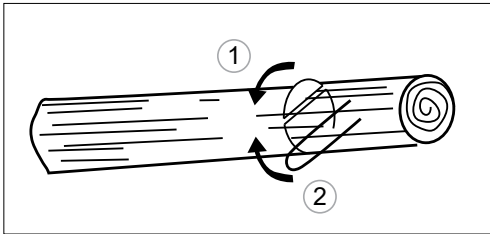

Abb. 22
3. Wenn der Stamm auf den Stützen beiderseits liegt, schneiden Sie zuerst von oben 1/3 des Stammdurchmessers, um Absplintern zu vermeiden. Danach beenden Sie den Schnitt von unten so, dass er mit dem ersten Schnitt übereinfällt, vermeiden Sie dabei Festklemmen (Abb. 22).